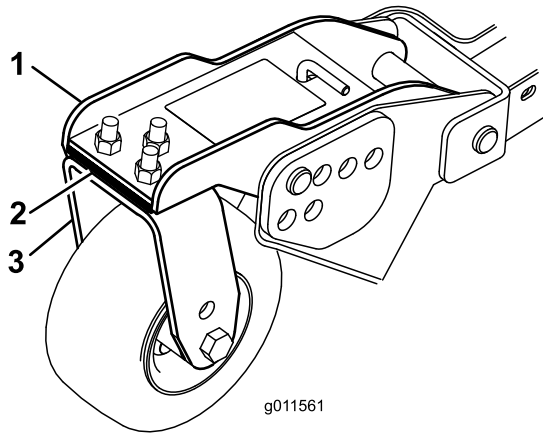

図 124
1. キャスタアームをキャスタフォークに固定しているキャップスクリューとナットを外す 図 124。